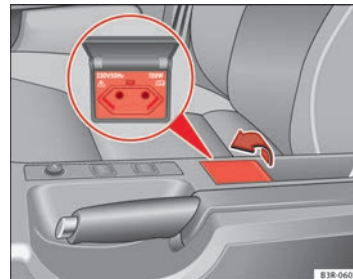

Abb. 135 Mitte der Mittelkonsole: 230-Volt-Steckdose
- Die Kappe zum Öffnen anheben ⇒ Abb. 135.